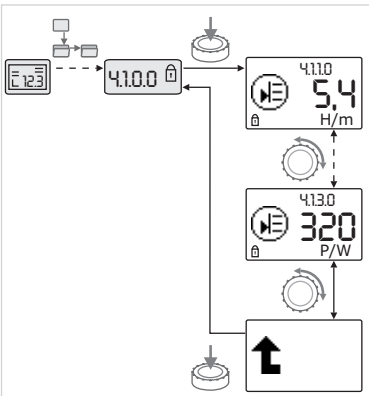

Fig. 37: solicitud de información
• Girando el botón rojo se accede a elementos de menú del tipo "Información" del submenú actual (véase la fig. 37). Para obtener una explicación de los ajustes representados por símbolos, véase la tabla del capítulo 8.7 "Referencia de elementos de menú" en la página 32.